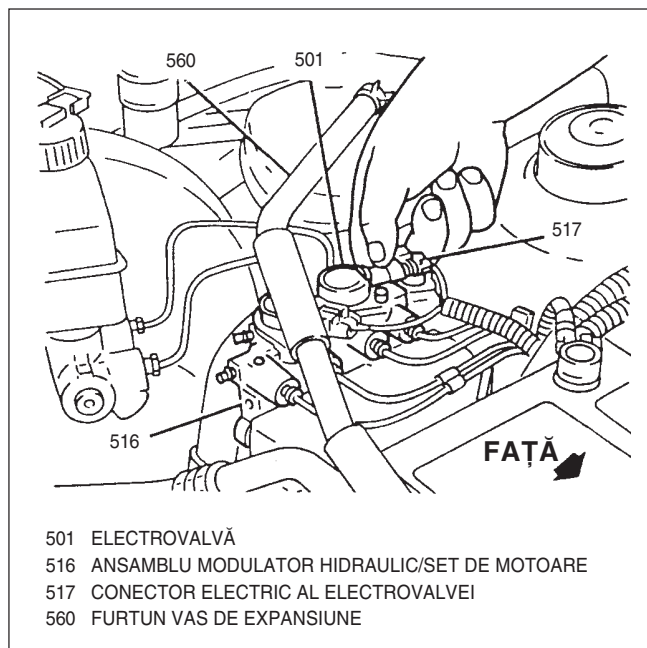

Fig. 17. Se deconectează conectorul electric al electrovalvei ABS
- Conectorul electric al electrovalvei (Fig. 17).
3. Conectorii electrici ai electrovalvelor și setului de motoare (Fig. 17 și 20).